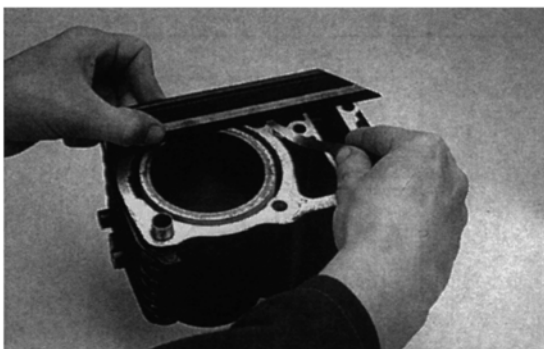

Bild 106
- Mit Haarlineal Zylinderkopf und Zylinderdichtfläche in mehreren Richtungen auf Verzug prüfen (Verschleissgrenze 0,10 mm; Bild 106).